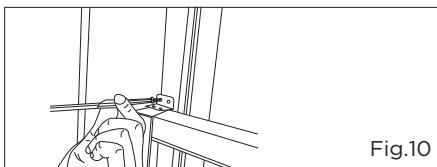

Fig.10
6. Para asegurar el marco inferior en su lugar, instalar el bloqueo del marco de ángulo recto con el tornillo de 1/2" (12,7mm) como se muestra (Fig.10).